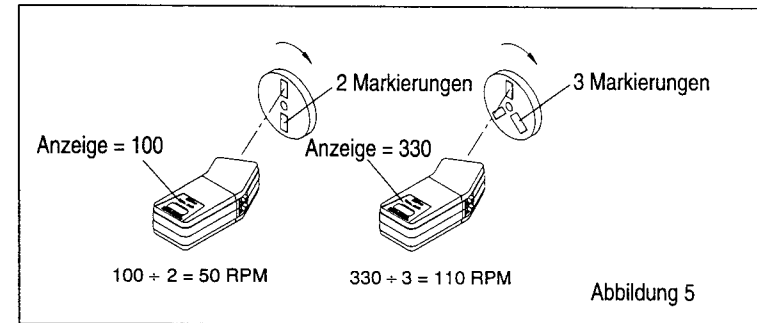

Abbildung 5
- Den angezeigten Meßwert durch die Anzahl der Markierungen teilen, um den tatsächlichen Wert für die U/min. zu erhalten (angezeigter Wert ÷ Anzahl der Markierungen = tatsächliche U/min.) Siehe Abb. 5.